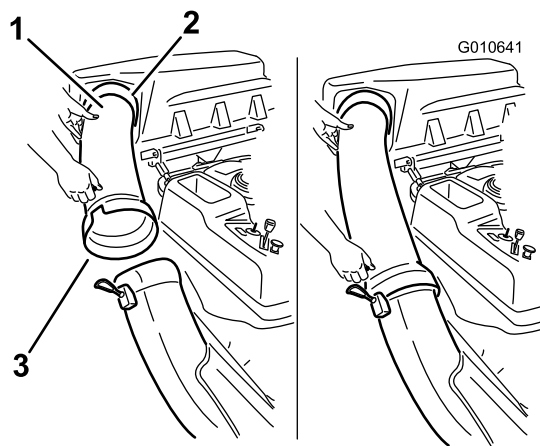

Figura 25
- 2. Fate passare l'estremità svasata del tubo di scarico sopra l'estremità del camino di scarico. Portate il cinghiolo di gomma sopra il grano del tubo di scarico per ancorarlo con sicurezza (Figura 25).
- 1. Inserite l'estremità curva del tubo di scarico nell'apertura prevista nel coperchio del sistema di raccolta (Figura 25).